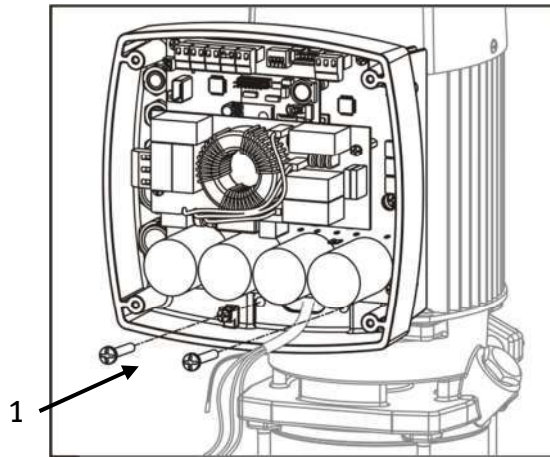

Figuur 3
3.3.1) Adapter motor (figuur 3):